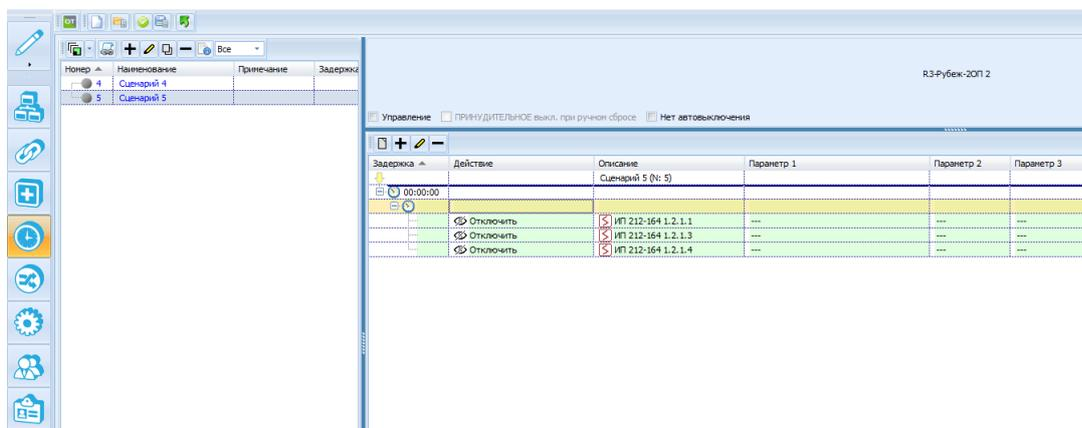

Рисунок 5.29 – Добавили сценарии, которые подлежат управлению из другой системы
- Создать список сценариев (допускаются только исполнительные сценарии), которые будут управляться из второй системы (9.2) (рисунок 5.29).